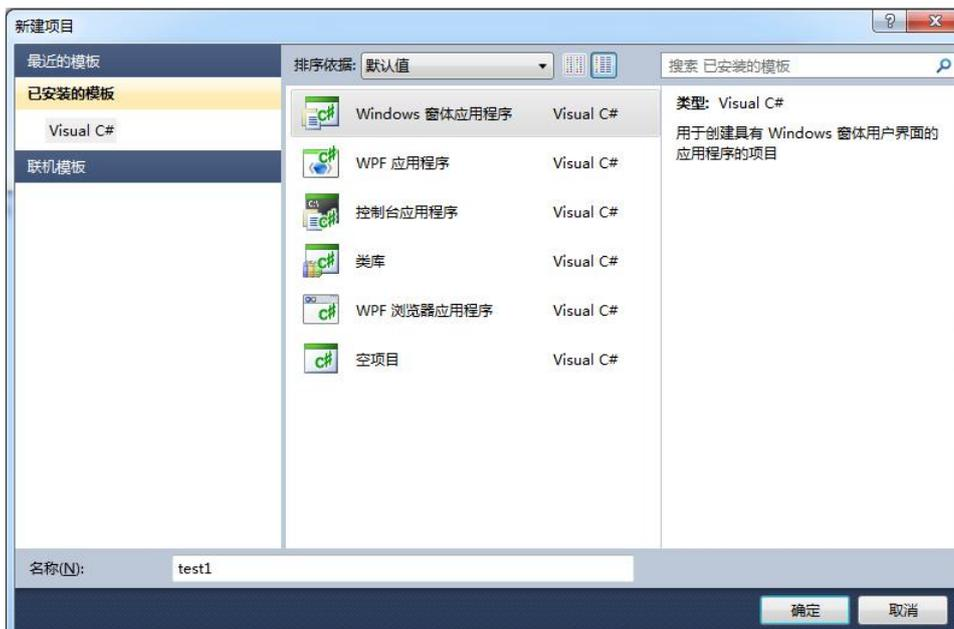
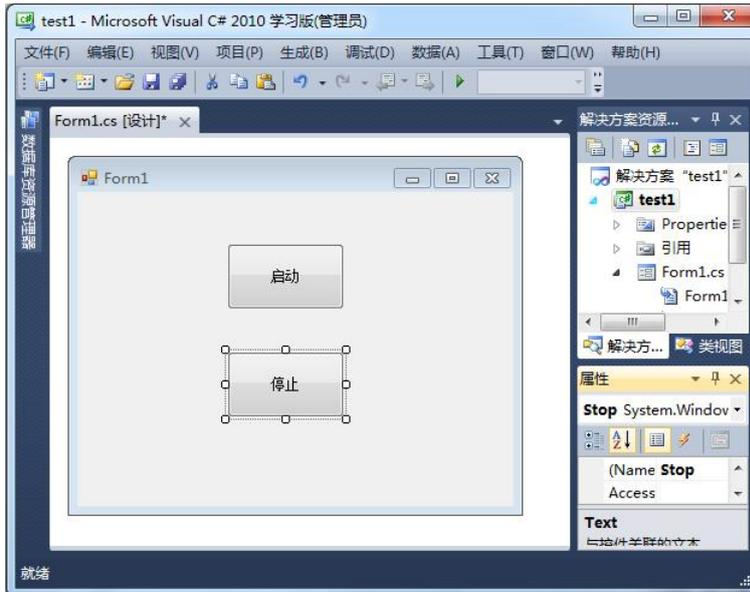

图 6.14 新建 Windows 窗体应用程序
图 6.15 修改对话框
2) 打开 C#，新建一个“Windows 窗体应用程序”，并将名称修改为“test1”，如图 6.14 所示。在对话框上添加按钮“启动”和“停止”，并将其名称分别修改为“Start”和“Stop”，如图 6.15 所示。